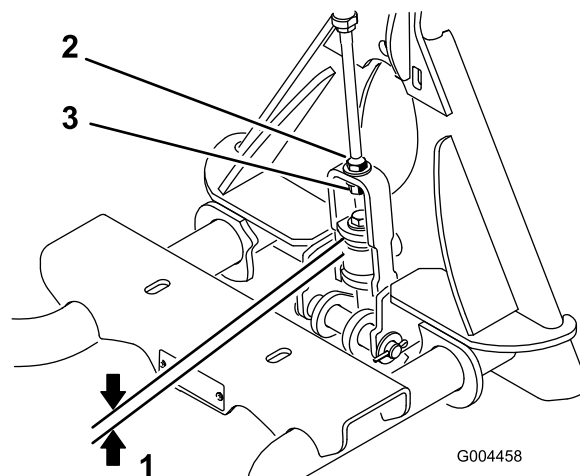

Figura 7
2. Misurate lo spazio tra la rondella superiore e il distanziale del gruppo di connessione sull'adattatore dell'attrezzo, come illustrato in Figura 7.
Nota: Lo spazio tra la rondella e lo spallamento deve essere compreso tra 1,5 mm e 2 mm (Figura 7).
3. Se la luce non è esatta, allentate il controdado e serrate o allentate il dado di regolazione sull'attacco quanto basta per modificarla (Figura 7).